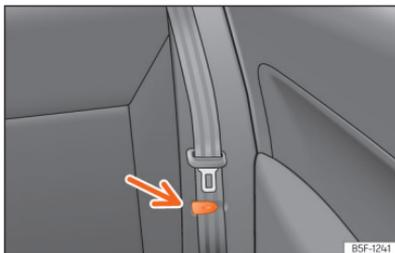

Fig. 95 Banco traseiro: pinça para fixar o cinto de segurança.
- Coloque os cintos de segurança laterais no suporte do revestimento »» Fig. 95.